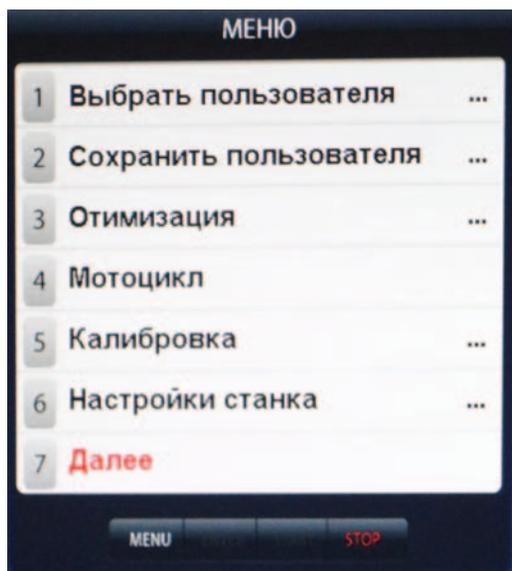
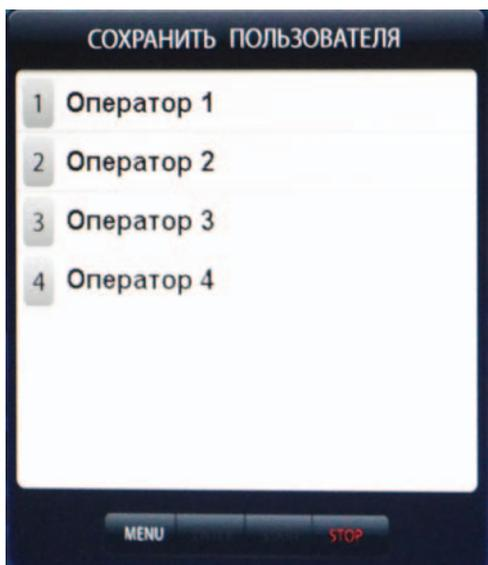
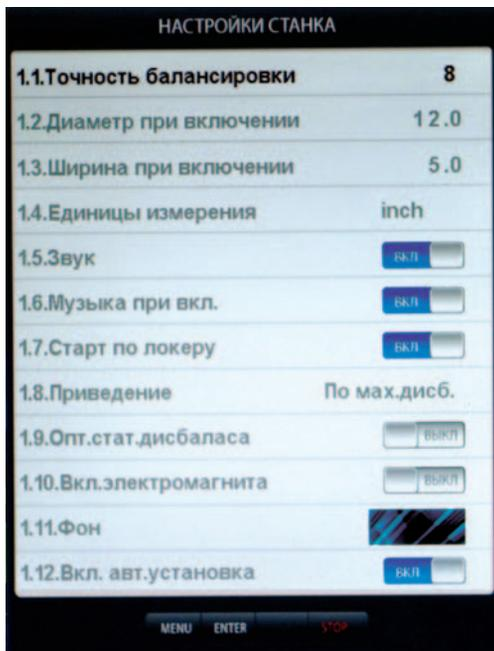

рис.15.1.
рис.16.1
рис.17.1
15.2. Для входа в программу Opt нажмите кнопку МЕНЮ после чего на экране монитора появится окно рис. 15.1. Далее выбрать программу "Оптимизация", нажав кнопку 3, после чего на экране монитора по-
16.2.1. Введите правильные размеры колеса и выберите схему расположения грузов, нажмите кнопку МЕНЮ. На экране появится окно МЕНЮ рис.15.1, нажмите кнопку 2 "Сохранить пользователя" на экране появится окно со списком операторов, текущий оператор выделен красным цветом рис.16.1.
Программное обеспечение СБ содержит целый ряд параметров, позволяющих максимально приспособить СБ к потребностям потребителя. Для настройки параметров нажмите кнопку "МЕНЮ" на экране монитора появится окно меню рис.15.1. Нажмите кнопку 6 "Настройки станка" на мониторе появится окно настроек рис.17.1